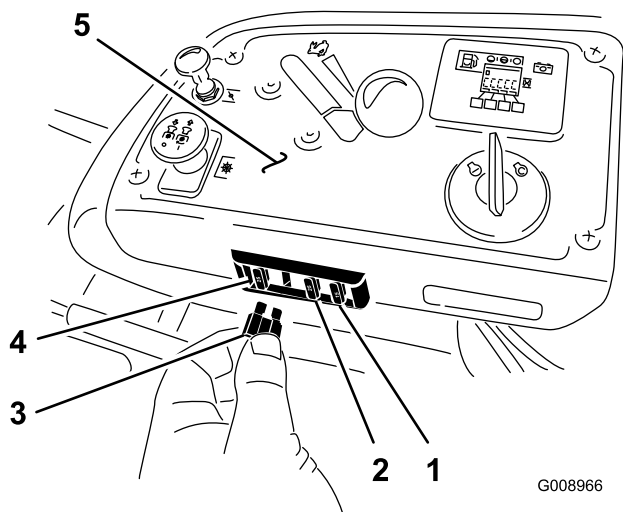

Figure 54
1. Les fusibles sont situés sur la console droite, près du siège (Figure 54).
3. Remplacez le fusible (Figure 54).